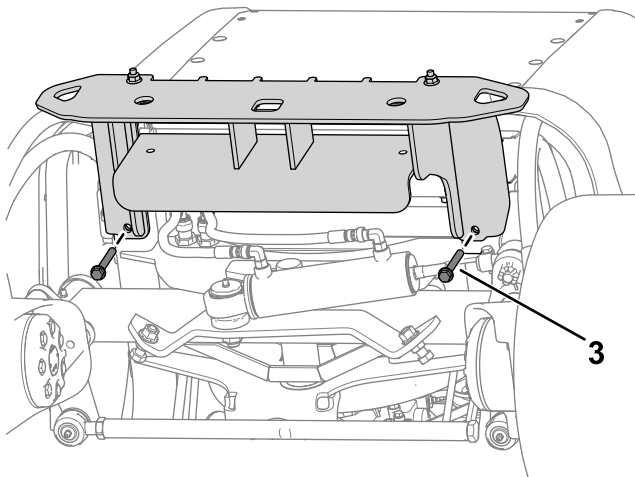

Рисунок 14
2. Прикрепите, не затягивая, верхнюю часть бампера к раме машины с помощью 4 болтов ($\frac{3}{8}$ x $3\frac{1}{4}$ дюйма) и 4 гаек ($\frac{3}{8}$ дюйма), как показано на Рисунок 14.
3. Закрепите, не затягивая, бампер под рамой машины с помощью 2 болтов ($\frac{3}{8}$ x $2\frac{3}{4}$ дюйма) и 2 гаек ($\frac{3}{8}$ дюйма), как показано на Рисунок 14.